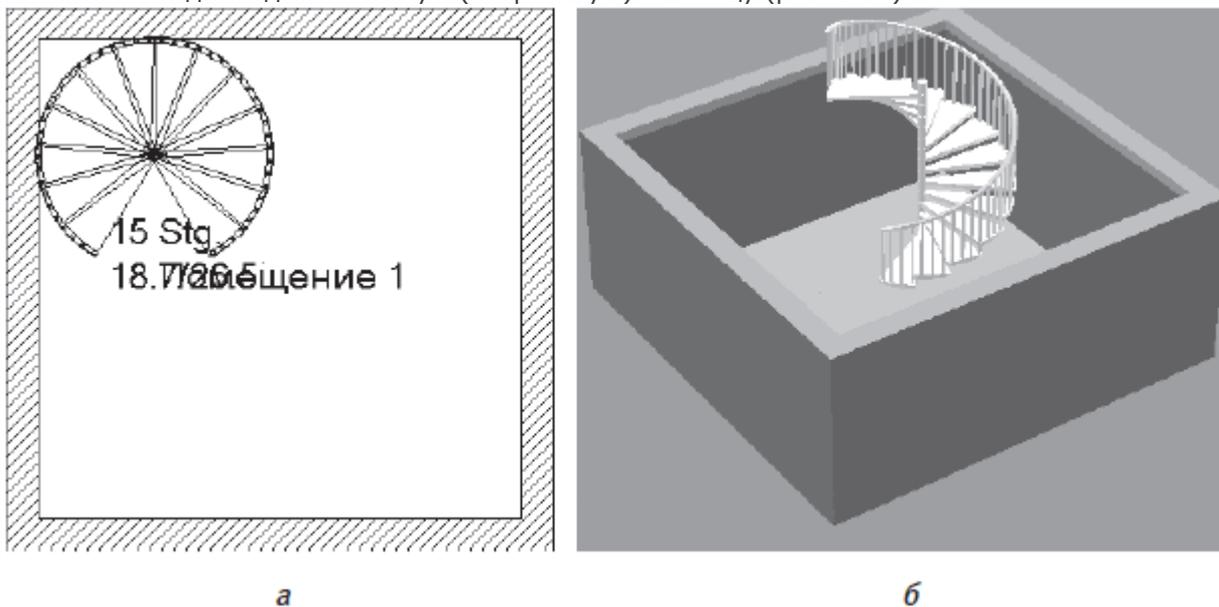

Рис. 1.37. Винтовая лестница: изображение на плане (а) и трехмерная модель (б)
– эта команда создает винтовую (спиральную) лестницу (рис. 1.37).